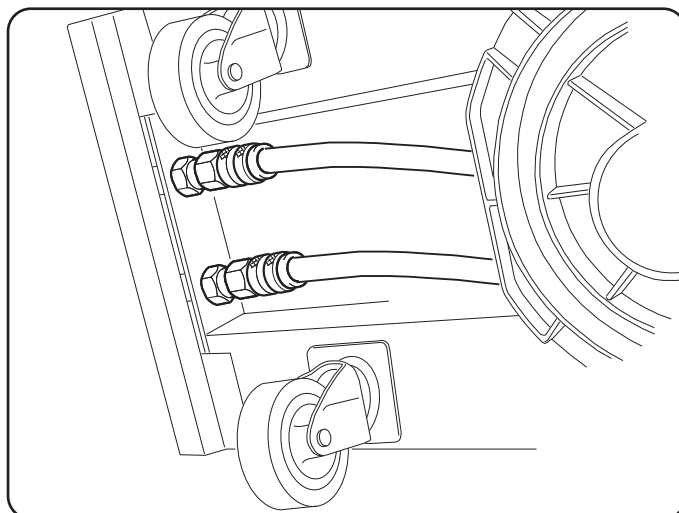

Fig 6
- ◆ I tubi del liquido refrigerante vanno collegati agli attacchi ad innesto rapido posti sotto al fondo del carrello traina filo (vedi Fig. 6), rispettando i colori mostrati nella parte anteriore del carrello stesso.